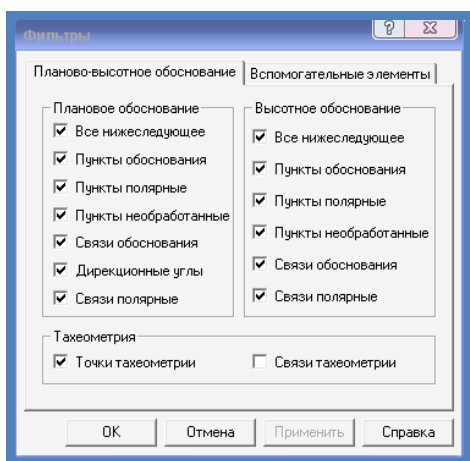

Рисунок 66 – Настройка видимости элементов (Вкладка ПВО команды Фильтры)
9. В меню **Установки** выбираем команду **Фильтры** и настраиваем видимость элементов (Рис.66, 67).